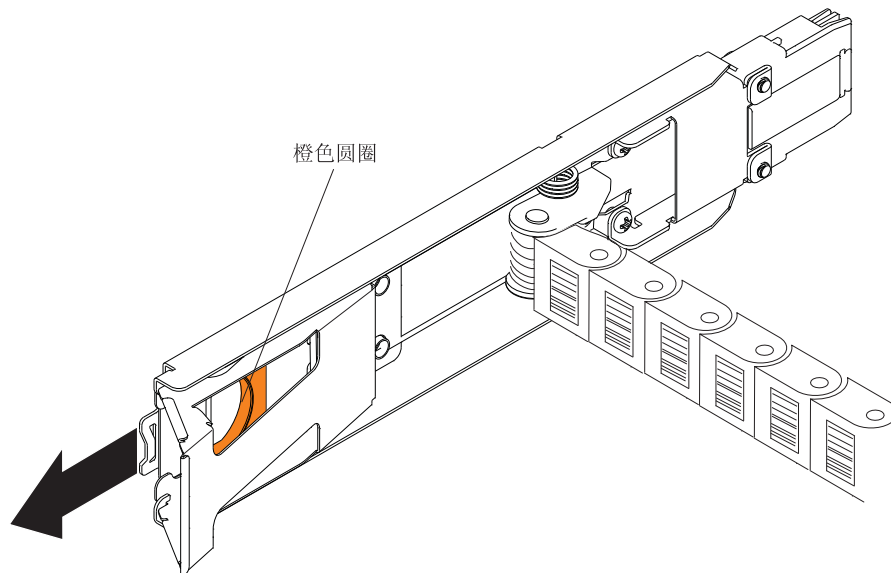

图 92. 连接到中面板的垂直安装支架
- a. 从中面板断开右侧电缆链安装支架的连接。握住橙色手柄 (请参阅图 92), 将安装支架从存储扩展机柜中拉出。如果需要, 可使用手电筒找到橙色圆圈。